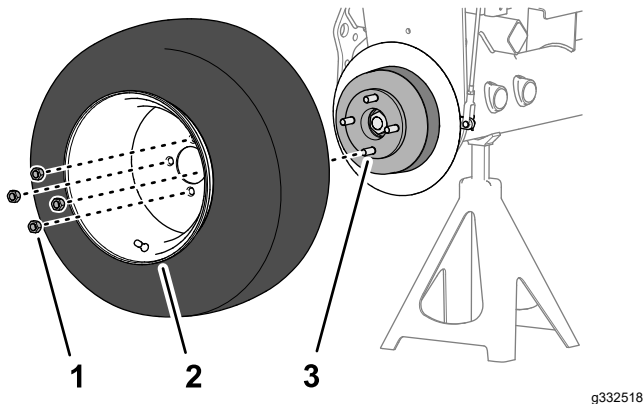

図 75
1. ラグナット4個でホイールをハブに取り付け 図 75、ラグナットを手締めする。